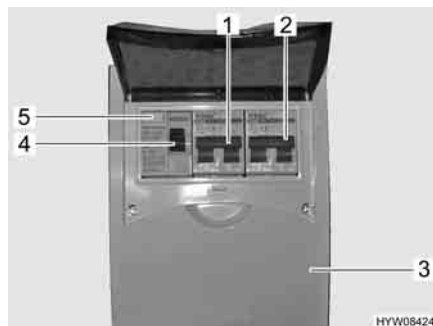

Fig. 102 Scatola dei fusibili a 230 V con interruttore di sicurezza e interruttore automatico FI
Un interruttore di sicurezza per correnti di guasto (interruttore automatico FI) (Fig. 102,4) nella scatola dei fusibili (Fig. 102,3) protegge l'intero veicolo da correnti di guasto (0,03 A).
L'interruttore di sicurezza collegato in serie (10 A) (Fig. 102,1) protegge le prese da 230 V, l'apparecchio per l'alimentazione elettrica, l'apparecchio per l'alimentazione elettrica supplementare e il frigorifero.
Per veicoli con accessori opzionali, p. es. l'impianto di climatizzazione, un ulteriore interruttore di sicurezza (16 A) (Fig. 102,2) protegge l'apparecchio.
- Se il veicolo è collegato all'alimentazione a 230 V, premere il tasto di controllo (Fig. 102,5). L'interruttore di sicurezza per correnti di guasto (FI) deve scattare.